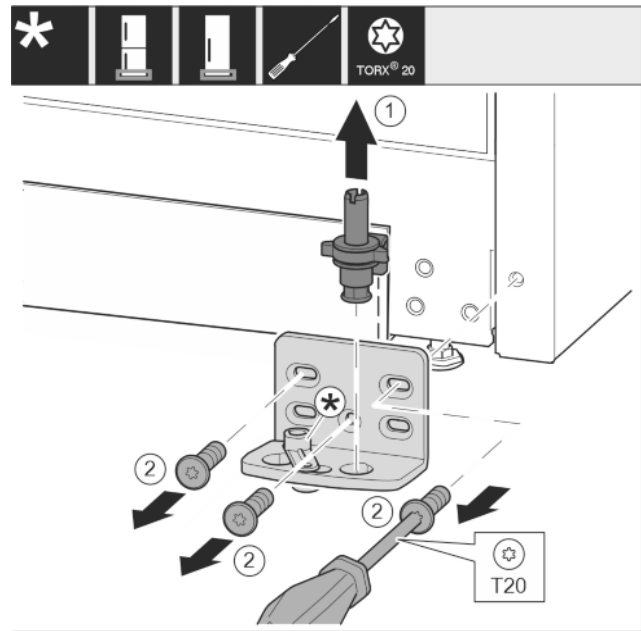

Fig. 13
- Опорный палец полностью извлеките движением вверх. Fig. 13 (1)
- Открутите винты отверткой T20 и снимите опорный кронштейн. Fig. 13 (2)